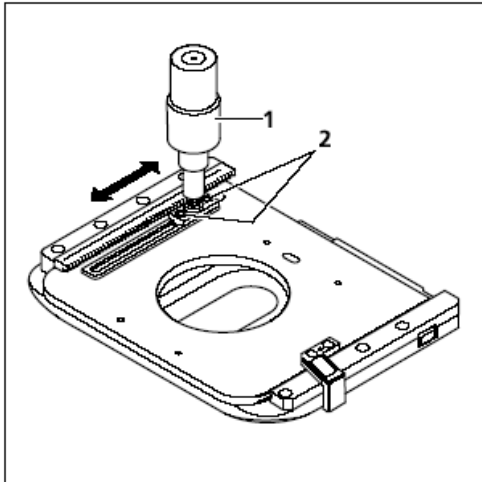

图 3-15 调整人体工程学驱动的连杆
- 松开连杆（图 3-15/1）上的两个加紧螺丝（图 3-15/2）。
- 在槽内将连杆（图 3-15/1）滑动到想要的位置。
- 拧紧两个夹紧螺丝（图 3-15/2）。